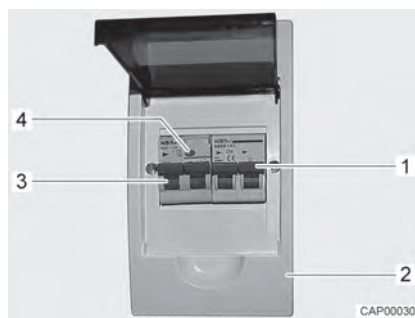

Fig. 78 Interruptor de protección de línea e interruptor FI (caja de fusibles de 230 V)
- Desconectar el interruptor de protección de línea (Fig. 78,1) en la caja de fusibles (Fig. 78,2).
- Al estar el vehículo conectado a la alimentación de 230 V, pulsar la tecla de prueba (Fig. 78,4) del interruptor de corriente de defecto (interruptor FI) (Fig. 78,3) en la caja de fusibles (Fig. 78,2). Se debe activar el interruptor de corriente de defecto.
- Volver a conectar el interruptor de corriente de defecto (Fig. 78,3).